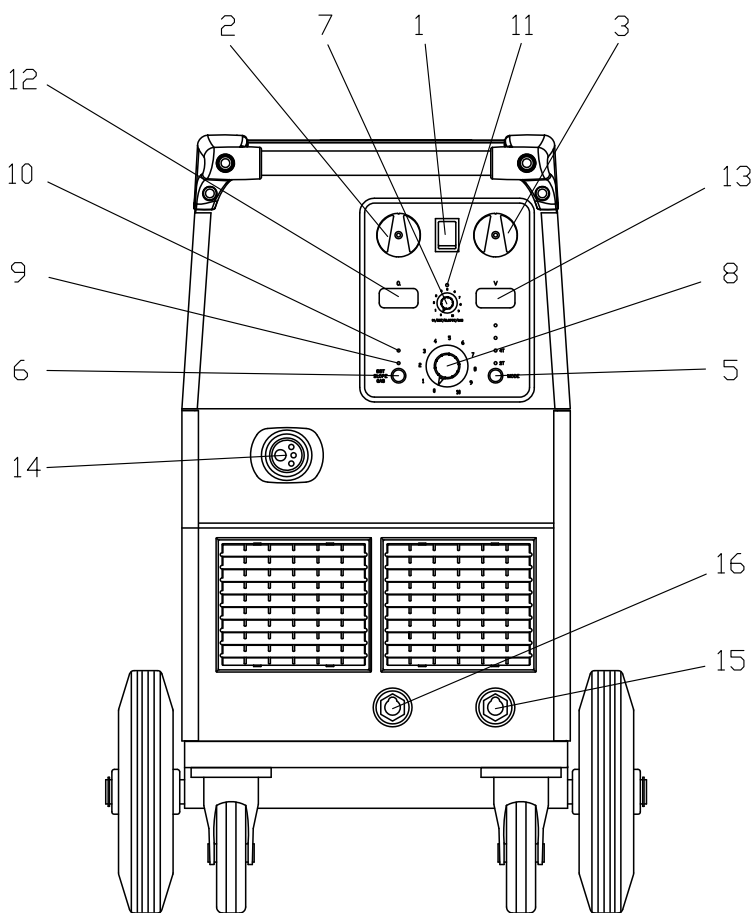

ABB. 7
1. Anwahl des Schweißmodus. Drücken Sie die Mode Taste bis (Abb.7 Pos.5) die LED des gewünschten Schweißmodus leuchtet:
- **Manuelles Punktschweißen** – Bei Anwahl manuelles Punktschweißen leuchtet die LED (ABB.7 Pos.11) Stellen Sie die Schweißzeit am Potentiometer (Abb.7 Pos.7) ein.
- **Automatisches Punktschweißen** – Bei Anwahl automatisches Punktschweißen blinkt die LED (Abb.7 Pos.11). Stellen Sie die Schweißzeit am Potentiometer (Abb.7 Pos.7) ein.
2. Falls erforderlich, können Sie die BBT, Elnschleichen und Gasnachströmen einstellen. Drücken Sie die Auswahl-taste (Abb.7 Pos.6), auf dem Digital-Amperemeter sehen den Kürzel des entsprechend dem Parameter, den Sie einstellen möchten. Stellen Sie den Wert am Potentiometer (ABB.7 Pos.6) ein. Im Display Voltmeter wird angezeigt 0 ÷ 99 für BBT und Einschleichen sowie 00.0 ÷ 03.0 für Gas nachströmen. Zum abspeichern des eingestellten Wert drücken Sie die Mode-Taste (Abb.7 Pos.5). Hinweis: Falls keine Eingabe länger als 30s erfolgt beendet das Programm die Anwahl.
3. Einstellen der Drahtvorschubgeschwindigkeit am Potentiometer (Abb.7 Pos.8).
4. Stufenschalter (Abb.7 Pos.2 + 3).